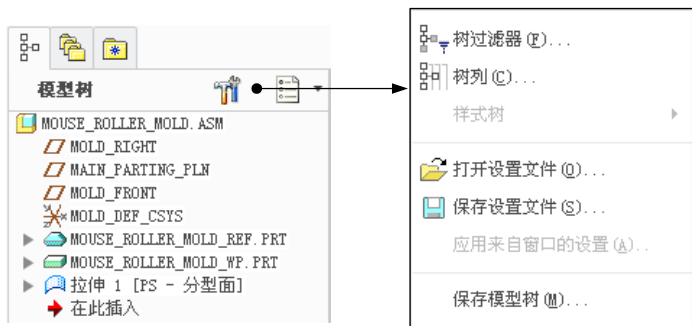

图 18.2.19 模型树界面
(1) 在图 18.2.19 所示的模型树界面中, 选择   树过滤器 (F)... 命令。